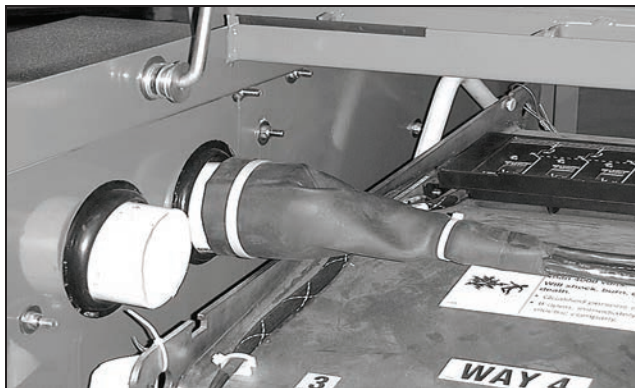

Figura 34. Asegure la tubería y el conjunto de cables con cintillos de plástico.
- (f) Enrolle y retuerza el tubo de butilo alrededor de la tubería de PVC y fije la brida para cables más grande. Enrolle el exceso de tubo de butilo alrededor del cable y fije la brida más pequeña. Ver Figura 34.